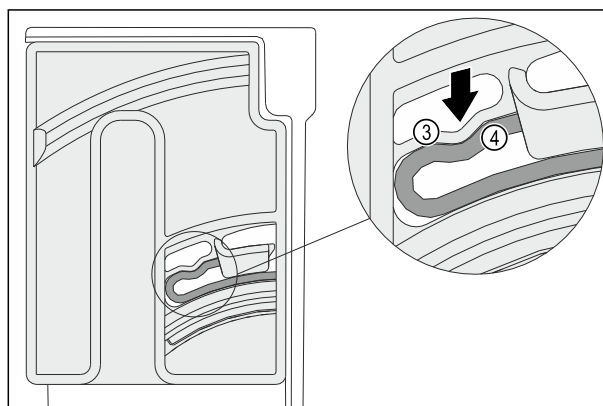

Fig. 101
- Elastický prvok Fig. 101 (3) otočnej jednotky počutielne zapadne do okrúhlej formy rebra Fig. 101 (4).